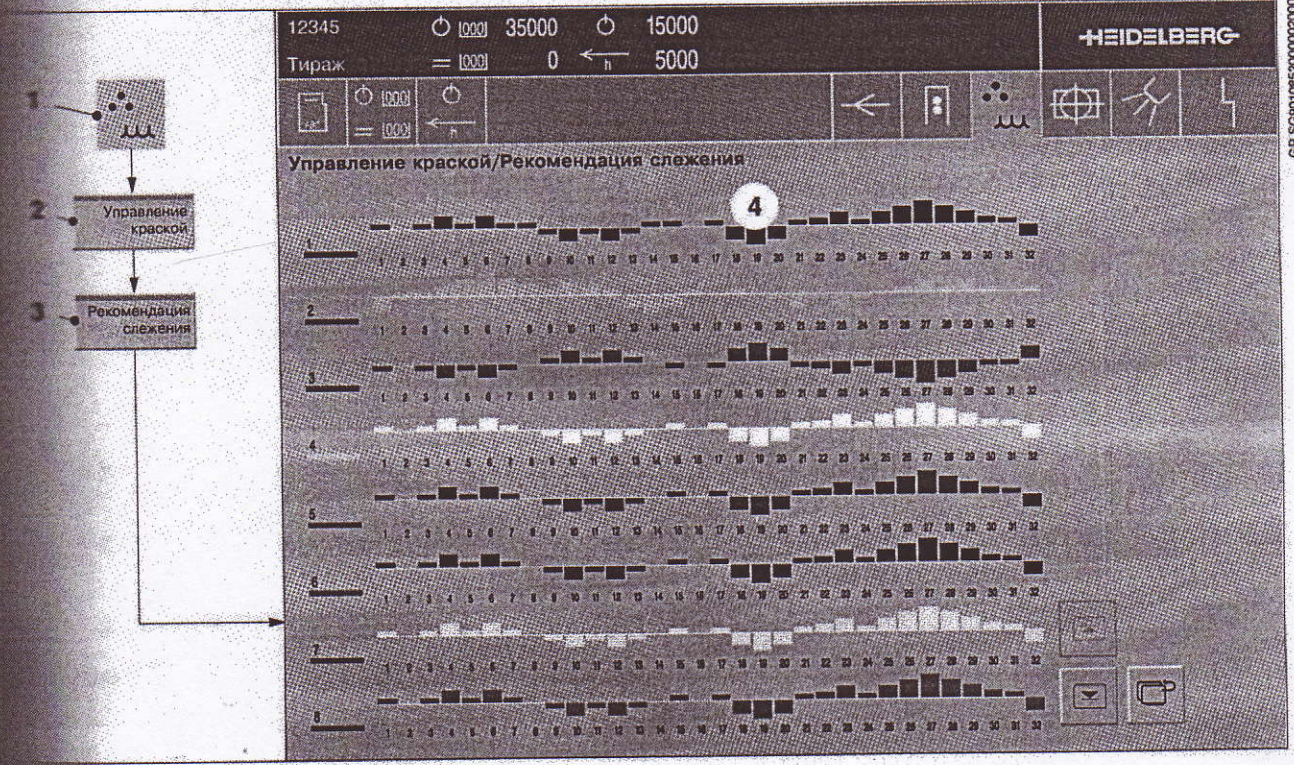

Рис. 65
❶ В меню Управление краской нажать клавишу Рекомендация слежения (Рис. 65/3). Появляется одноименное меню.
Столбчатая диаграмма (Рис. 65/4) показывает рекомендуемое "воздействие" на красочные зоны с целью коррекции для дозирующих цилиндров красочных зон.